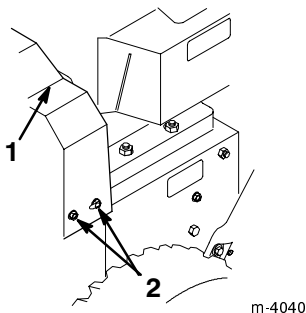

Bild 25
2. Entfernen Sie die drei Schrauben, mit denen die Riemenabdeckung befestigt ist und legen die Abdeckung zur Seite (Bild 25).